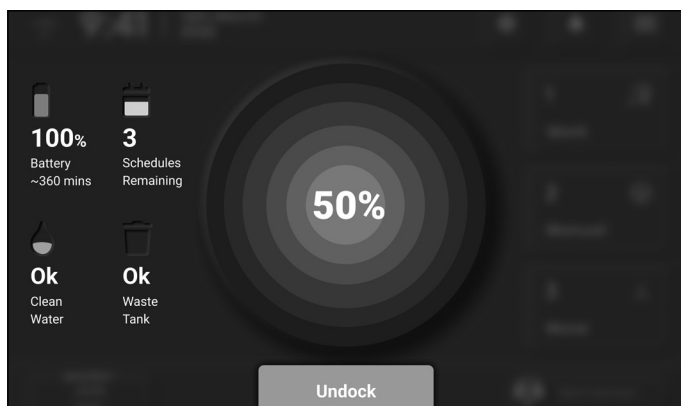

Figure 65
- Lorsque la machine est en mesure de commencer à se charger, l'écran tactile reflète l'état de charge de la batterie (**Fig. 65**).
- Pour libérer la machine de la station, sélectionnez le bouton bleu « Détacher » (**Fig. 65**).